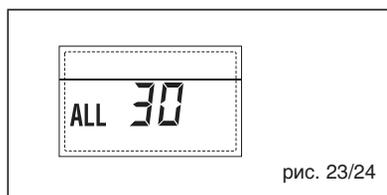

рис. 23/24
– НЕПОЛАДКА ДАТЧИКА КАСКАДНОЙ ПОДАЧИ “ТРЕВ 31” (рис. 23/25)